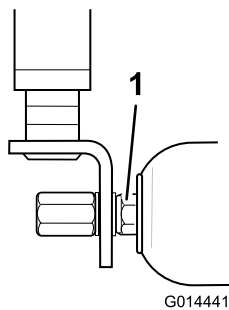

Bild 81
2. Ziehen Sie bei einer zu starken Bewegung die Muttern an jedem Ende der Rolle mit einem Schraubenschlüssel gerade so weit an, um ein Spiel am Ende zu entfernen (**Bild 81**).